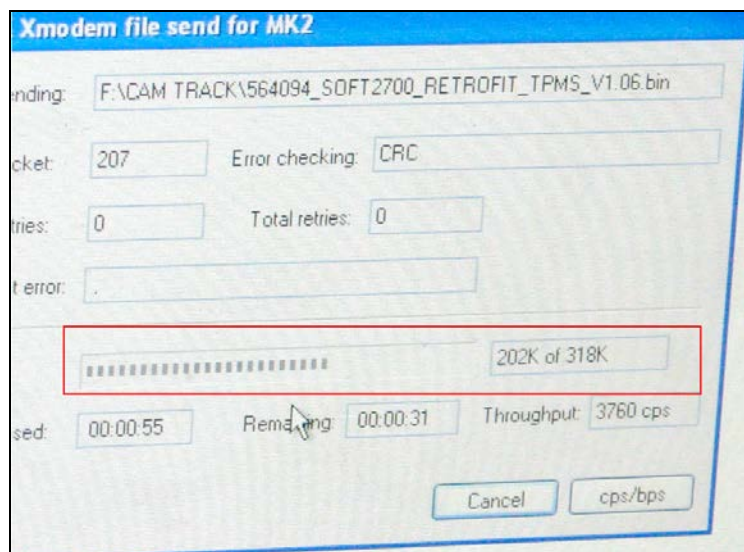

Fig.25
9. Pour commencer le téléchargement, Cliquer sur « Send » dans la boîte de dialogue, l'écran de téléchargement apparaît et affiche la progression du transfert (Fig.25)